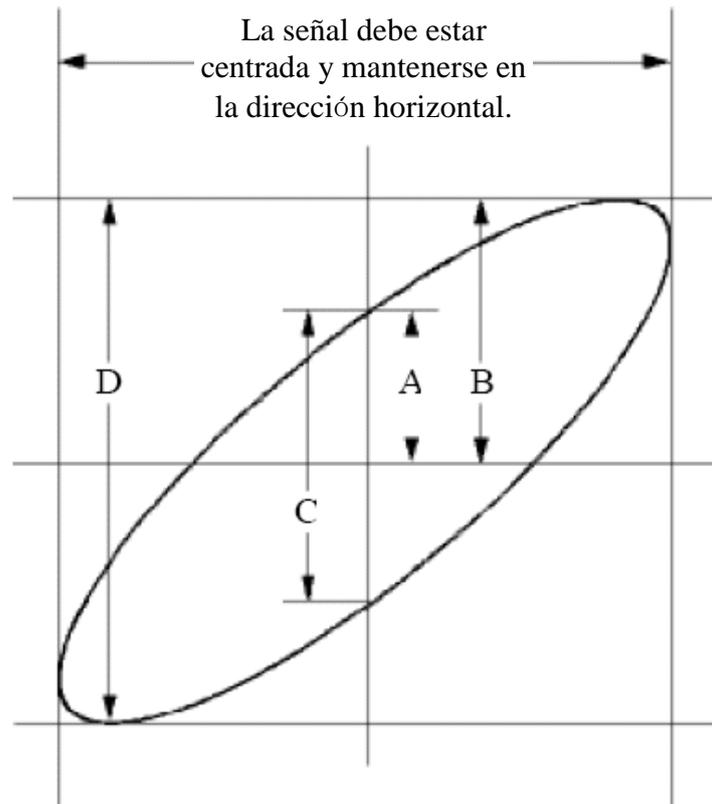

Figura 6-6 Gráfico de Lissajous
- (1) Ajuste el coeficiente de atenuación del menú de la sonda para **10X** y el del interruptor de la sonda para **10X** (véase "*Fehler! Verweisquelle konnte nicht gefunden werden.*" en P*Fehler! Textmarke nicht definiert.*).
- (2) Conecta la sonda del canal 1 a la entrada de la red y la del canal 2 a la salida de la red.
- (3) Pulse el botón **Autoset**, con el osciloscopio encendiendo las señales de los dos canales y mostrándolas en la pantalla.
- (4) Gire la perilla de la **Escala Vertical**, haciendo que las amplitudes de dos señales sean iguales en lo grueso.
- (5) Pulse el botón de **Adquisición** para que aparezca el menú de la derecha.
- (6) En el menú de la derecha, seleccione **Modo XY** como **ON**. El osciloscopio mostrará las características de entrada y terminales de la red en forma de gráfico de Lissajous.
- (7) Gire los mandos de **Escala Vertical** y **Posición Vertical**, optimizando la forma de onda.
- (8) Con el método del oscilograma elíptico adoptado, observe y calcule la diferencia de fase (véase *Figura 6-6*).